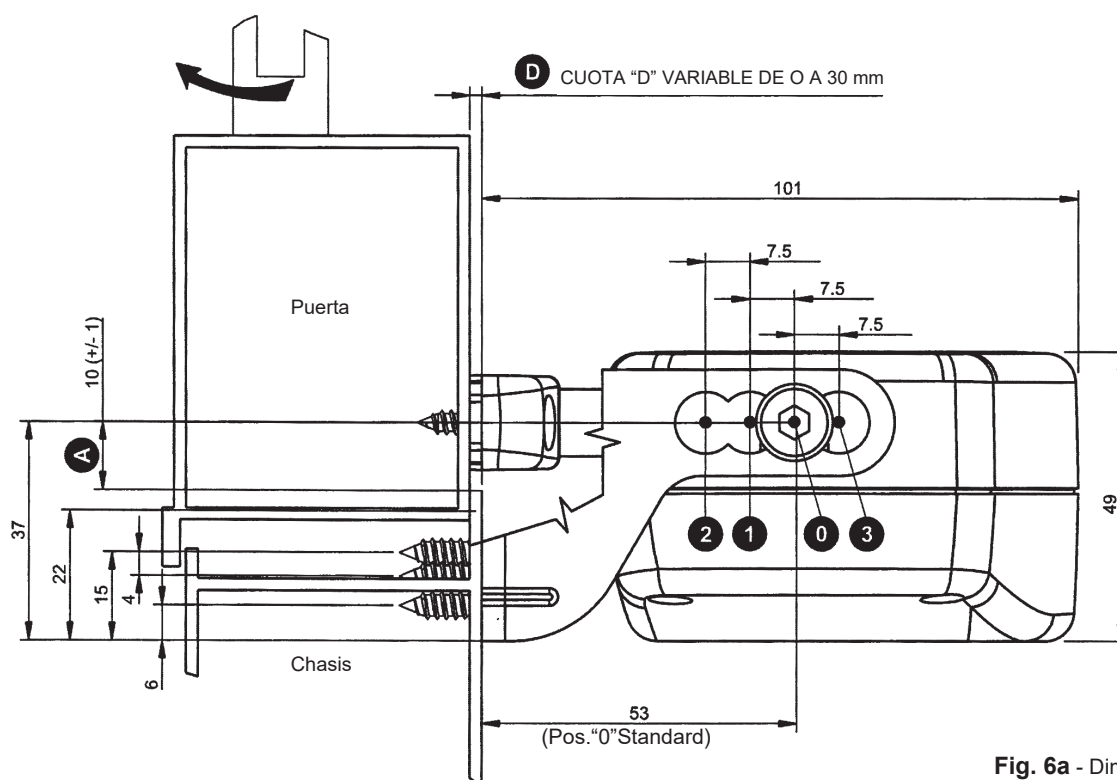
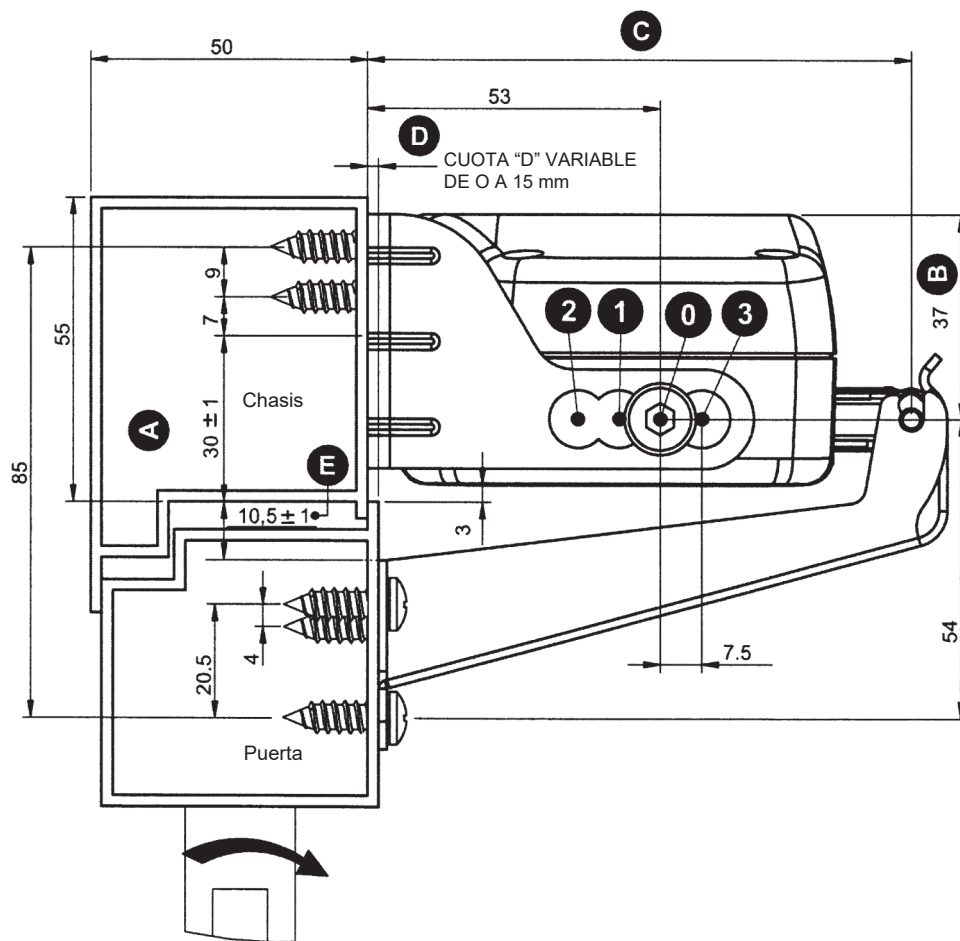
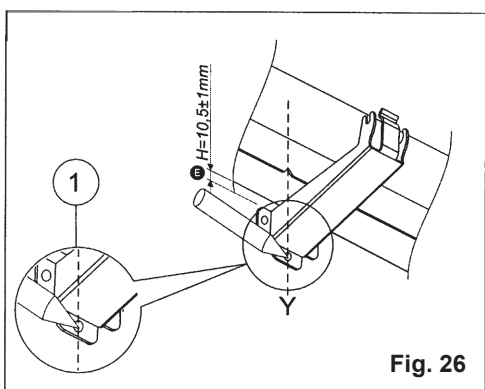
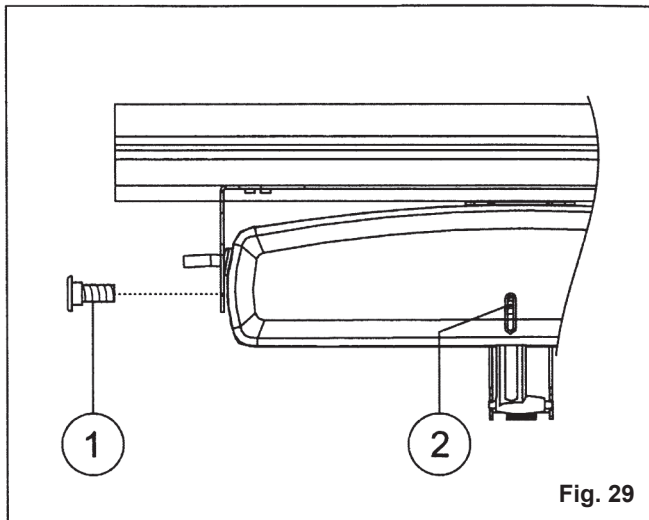

Fig. 6a - Dimensiones en mm
Fig. 6b - Dimensiones en mm
Fig. 26
Fig. 29
- AVERIGUAR QUE LA DISTANCIA "D" ENTRE EL CHASIS DEL CERCO (EN EL CUAL SE PREVE LA SUJECION DEL ACCIONADOR) Y LA PUERTA DEL CERCO (EN LA CUAL SE PREVE LA SUJECION DEL ESTRIBO) SEA INCLUSA ENTRE 0mm Y 30mm PARA EL MONTAJE SOBRESALIENTE (V.FIG.6a) Y ENTRE 0mm Y 22mm PARA EL MONTAJE A VASISTAS (V.FIG.6b).
10) Fig. 19- Sujetar con los dos tornillos en dotación (Ref. 1) el accionador a la brida de enchufe al cerco en la posición más adecuada al valor del sorbonte "D" (v. Fig. 6a) y fijar el tornillo de ajuste terminal cadena;
- 5) **Fig. 26** - Alinear el estribo para apertura vasistas con la mediana de la ventana utilizando como referencia el agujero central de los tornillos de sujeción y posicionando el estribo para aperturavasistas a una cuota **E** (v. Fig. 6B) y marcar los puntos de perforación;
7) Fig. 29 - Sujetar con los dos tornillos en dotación (Ref. 1) el accionador a la brida de enchufe al cerco en la posición "0" (v. Fig. 6b) y destornillar el tornillo de ajuste terminal cadena;